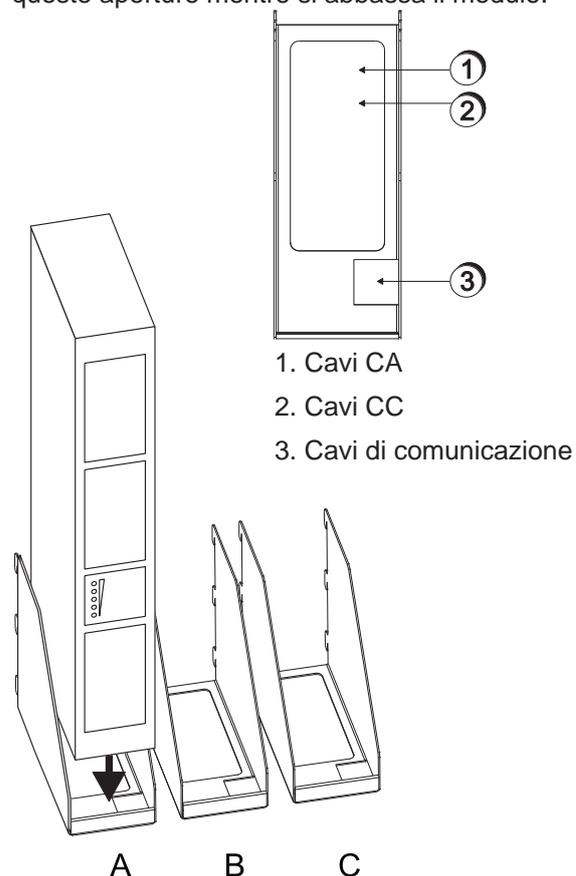

Figura 5-2: Posizionamento dei moduli, posizione dei cavi
Vedere la figura 5-2. Prima che i moduli di alimentazione possano essere posizionati, i relativi cavi CA devono essere tagliati alla lunghezza giusta. I cavi del modulo sinistro devono essere i più lunghi. Lunghezze consigliate dei cavi: (A) minimo 500 mm, (B) minimo 350 mm e (C) minimo 200 mm rispettivamente.